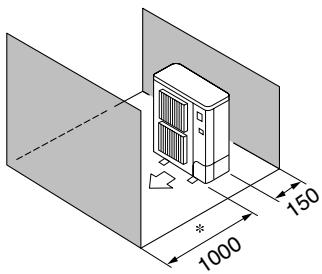

Fig. 2-6
⑤ Alleen obstakels aan de voor- en achterzijde (Fig. 2-6)